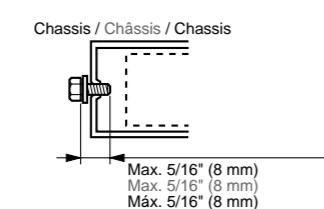

Figure 2 / Figure 2 / Figura 2
2. Only the provided screws and brackets should be used during installation. Using screws other than those specified will cause damage. (Figure 2)
- Seuls les supports et vis fournis doivent être utilisés pour l'installation. Si vous utilisez d'autres vis, vous risquez d'endommager l'appareil. (Figure 2)